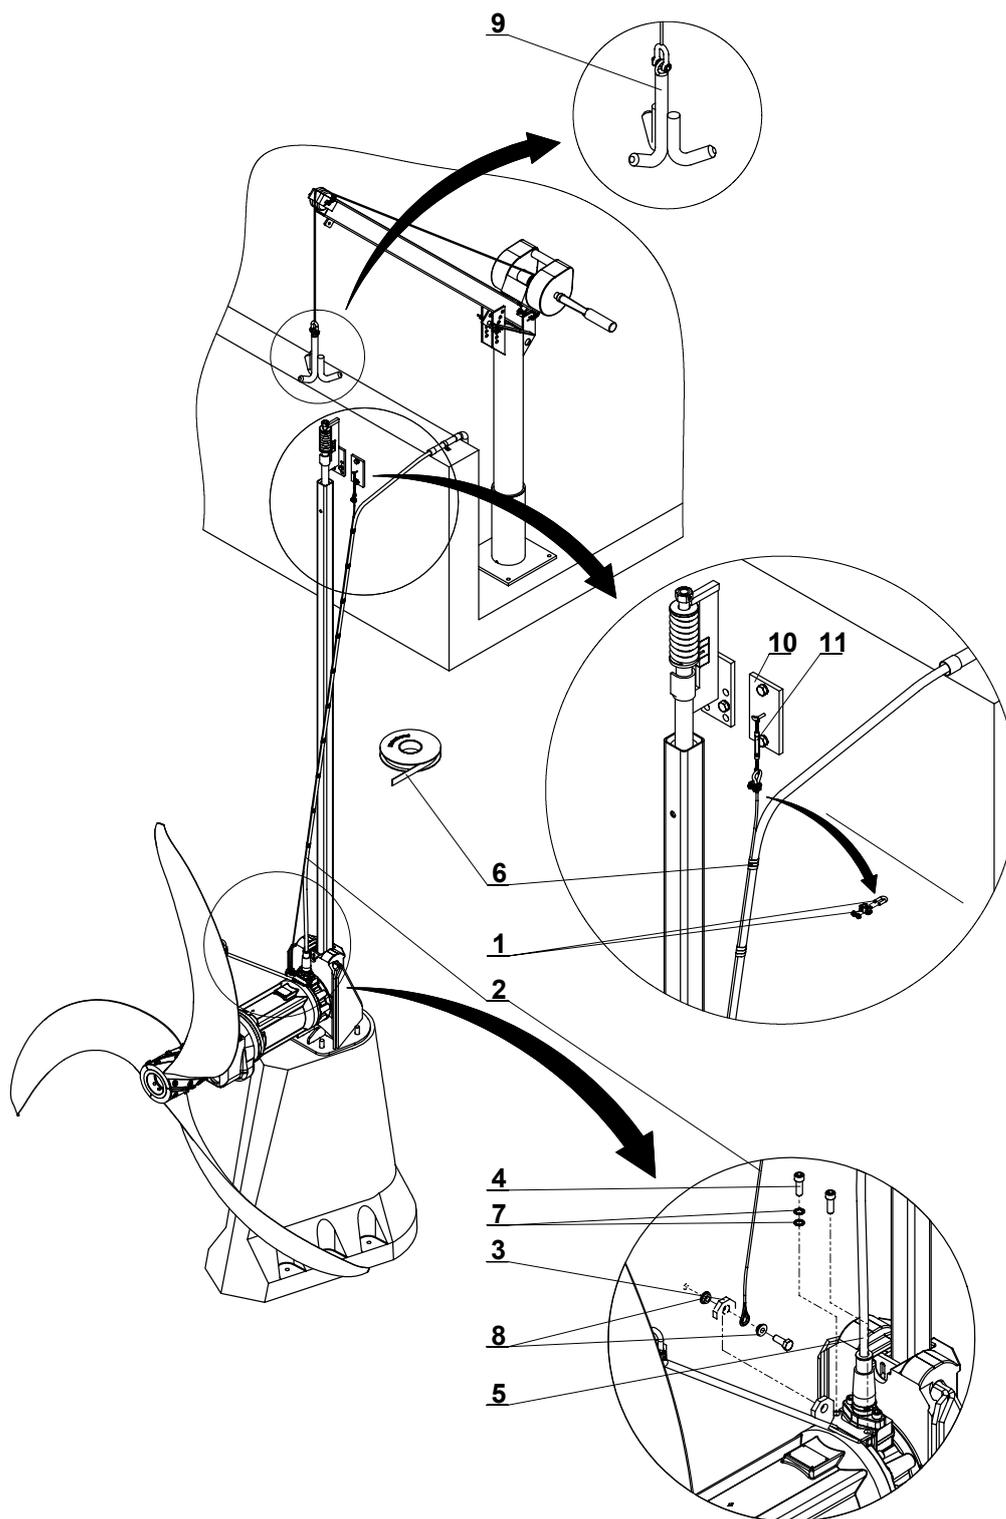

Bild 16 Montage der Kabelabspannung
- Anschließend ist das Motoranschlusskabel mit dem beigefügten Spezialklebeband (16/6) im Abstand von jeweils **ca. 50 cm** am Edelstahlseil *gemäß Bild 16* zu befestigen.